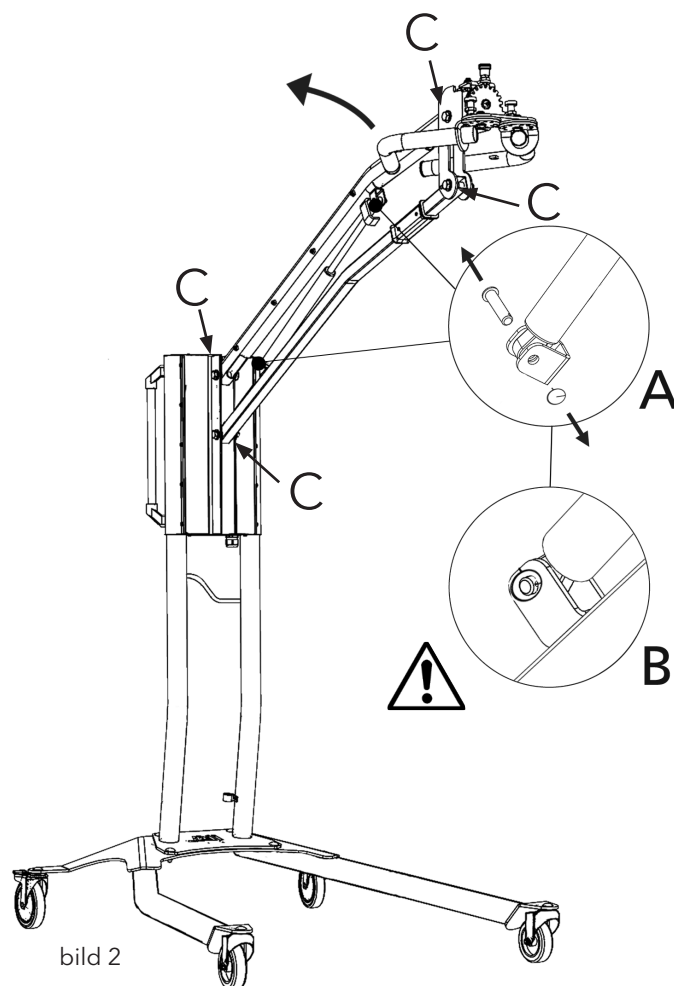

bild 2
Om torken inte stannar i den högsta eller lägsta positionen utan faller eller höjs av sig själv, dra åt de 4 bultarna som indikeras med bokstaven "C" i bild 2. Om armen inte stannar kvar i önskat läge eller om den är tung att justera, måste gastrycksfjäders bytas ut.
2. Placera parallellarmen i den mest uppräta positionen. (bild 2)
4. Ta bort låsringarna och de två stiften. Flytta gasfjäders en aning uppåt/framåt och ta sedan bort den. (bild 2)